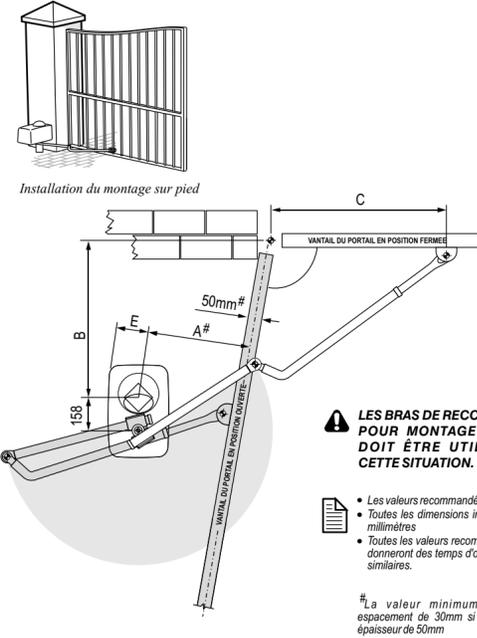

Figure 2 Position du pied
- Déterminez la bonne position du pied ou de la console murale comme le montre de la Fig 2 ou 3 (GI page 13-17)
- Déterminez le bon endroit pour fixer l'étrier de portail selon la longueur « C » comme les Figures 2 ou 3.